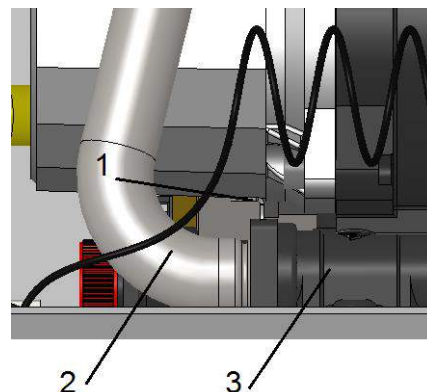

Рисунок 14 - демонтаж клапана байпаса
- снять скобу (1) крепления выходной трубы КО, см. рисунок 14;
- вынуть трубу (2) из битермического коллектора (3);